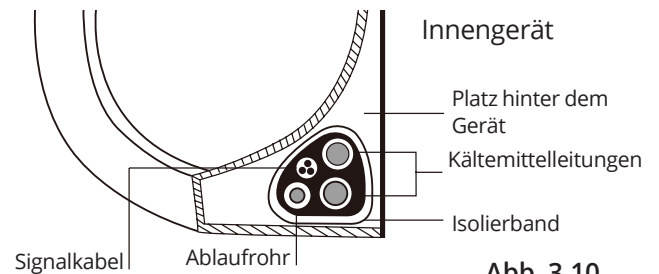

Abb. 3.10
1. Bündeln Sie die Ablaufleitung, die Kältemittelleitungen und das Signalkabel wie in Abb. 3.10.
3. Umwickeln Sie das Signalkabel, die Kältemittelleitungen und die Ablaufleitung gemeinsam fest mit Isolierband. Vergewissern Sie sich, dass alle Objekte gebündelt wurden, wie in **Abb. 3.10** gezeigt.